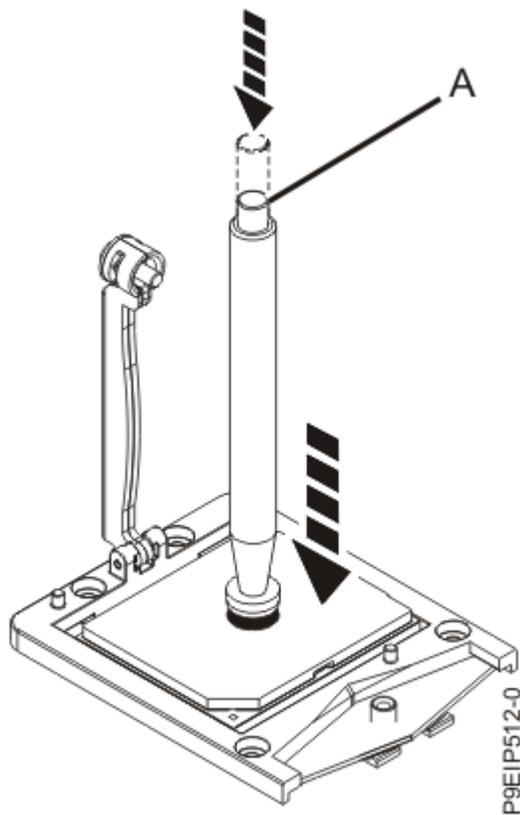

Abbildung 38. Ausbauwerkzeug auf das Systemprozessormodul herabsenken
8. Senken Sie den Vakuumstift auf das zu installierende Systemprozessormodul ab. Drücken Sie das obere Ende des Stiftes ganz herunter (**A**) und halten Sie den Stift im Zentrum des Systemprozessormoduls (siehe Abbildung 38 auf Seite 44). Lassen Sie das obere Ende des Stiftes los, um den Stift am Systemprozessormodul zu befestigen.